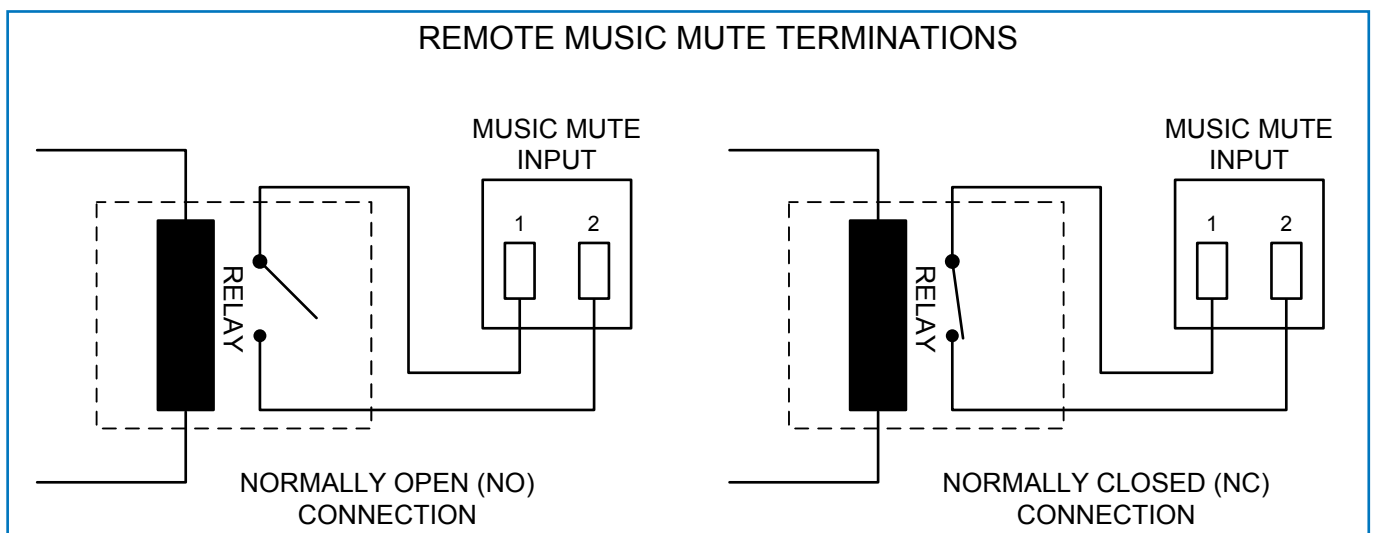

fig.6: Musique Mute déporté
L'activation de la coupure de musique se fait souvent par un relai monté à proximité de l'amplificateur de la série MPA. D'autres raccordements peuvent exister en fonction de la conception du système de contrôle incendie et la société d'installation d'alarme devra être consultée lors de la connexion. Les amplificateurs de la série MPA peuvent être coupé soit par une fermeture de contact sur l'entrée Music Mute (NO) ou par ouverture du circuit (NC). La sélection du fonctionnement NO ou NC s'effectue à l'aide du cavalier interne J4. NO est le réglage par défaut. Voir la fig.6.